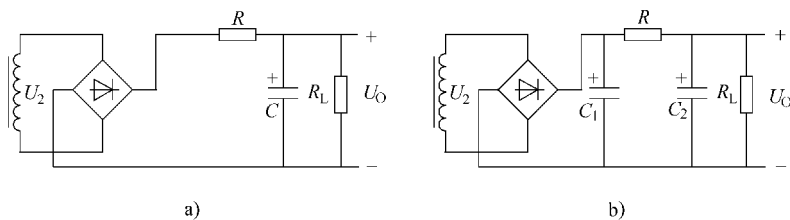

图 6-19 RC 滤波电路
③ RC 滤波器: 如果负载电流不大, 为了减轻重量, 降低成本, 缩小体积, 可将上述两个复式滤波器上的 L 用一只电阻来代替, 组成 $RC-\Gamma$ 型滤波器和 $RC-\pi$ 型滤波器, 如图 6-19 所示。